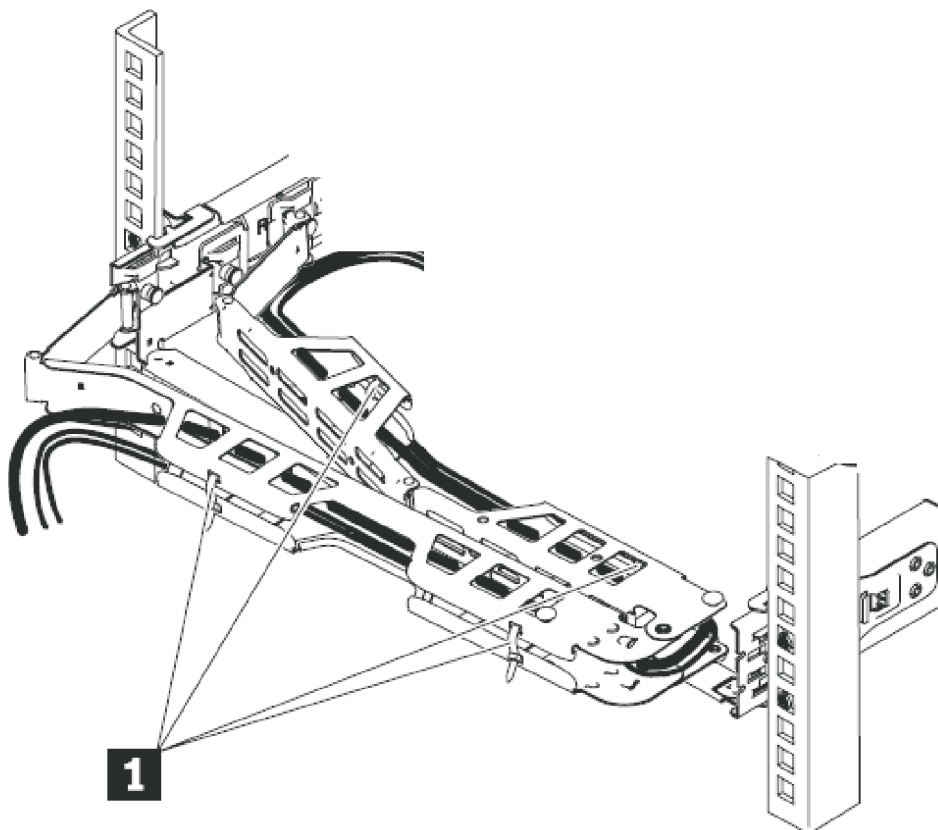

図 29. ケーブルの接続と配線
- a. ケーブル・マネジメント・アームに沿って、データ・ケーブルおよび電源コードを 35 ページの図 29 の **1** に示すように、配線します。